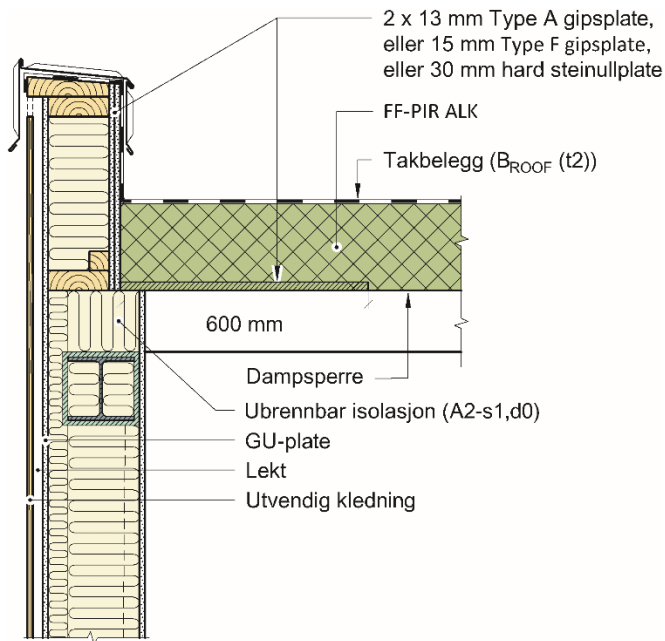

Fig. 4
- I tilfeller der takkonstruksjon av bærende stålplater har parapet eller tilstøtende vegger/fasader av eller med brennbare materialer, må det legges en 600 mm bred barriere av 2 lag 13 mm gipsplater Type A, eller 1 lag 15 mm gipsplate Type F, eller 30 mm ubrennbar mineralullplate med densitet min. 170 kg/m³ under FF-PIR ALK isolasjonen inntil veggen. Se Fig. 4.
- Parapet av eller med brennbare materialer må på siden mot taket beskyttes med for eksempel 30 mm ubrennbar mineralullisolasjon med densitet min. 170 kg/m³, se Fig. 4 og 8. Beskyttelse med gipsplater er ikke anbefalt. I mange tilfeller kan det være praktisk å montere en trebasert plate eller gipsplate bak mineralullisolasjonen på parapet.